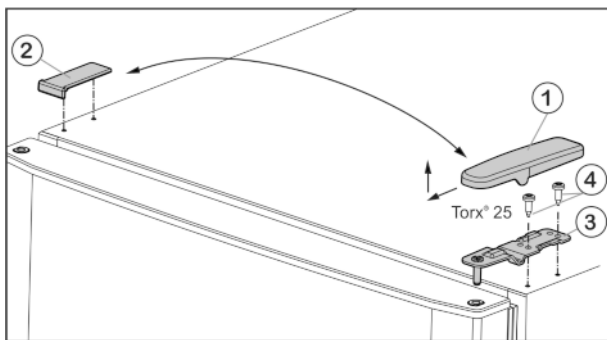
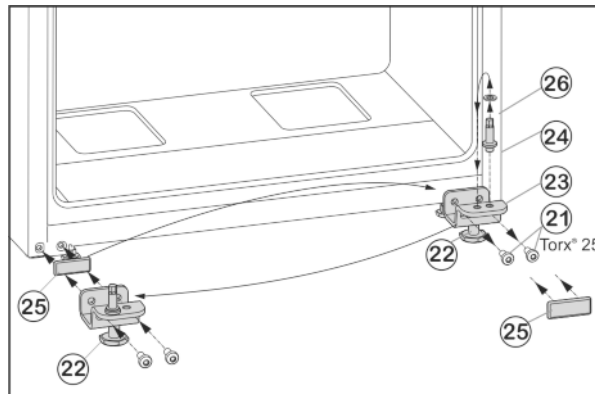

Fig. 5
Fig. 7
- ▶ Izvelciet pārsegu Fig. 5 (1) virzienā uz priekšu un uz augšu.
- ▶ Noceliet pārsegu Fig. 5 (2).
- ▶ Augšējo gultņa balstu Fig. 5 (3) noskrūvējiet (2 reizes Torx® 25) Fig. 5 (4) un noņemiet virzienā uz augšu.
- ▶ Noskrūvējiet stiprinājuma skrūves Fig. 7 (21).
- ▶ Noņemiet apakšējo gultņa balstu Fig. 7 (23) kopā ar gultņa skrūvi Fig. 7 (24), paplāksni Fig. 7 (26) un kājiņu Fig. 7 (22).
- ▶ Noskrūvējiet gultņa skrūvi Fig. 7 (24) kopā ar paplāksni Fig. 7 (26), pārlieciet gultņa balsta pretējā caurumā un atkal pieskrūvējiet.
- ▶ Uzmanīgi noņemiet aizsargplāksni Fig. 7 (25) un pārlieciet pretējā pusē.
- ▶ Atkal pieskrūvējiet apakšējo gultņa balstu Fig. 7 (23) kopā ar gultņa skrūvi Fig. 7 (24), paplāksni Fig. 7 (26) un kājiņu Fig. 7 (22) jaunajā eņģu pusē, ja nepieciešams ar akumulatora skrūvgriezi stingri (ar 4 Nm).
- ▶ Uzlieciet apakšējās durvis no augšas uz gultņa skrūves Fig. 7 (24).
- ▶ Ievietojiet vidējo gultņa balstu (13), pagrieztu par 180°, apakšējās durvis un pieskrūvējiet ar stiprinājuma skrūvēm (11) (2 reizes Torx® 25) jaunajā eņģu pusē stingri (ar 4 Nm).
- ▶ Uzlieciet atpakaļ plastmasas paplāksni (10).
- ▶ Uzlieciet augšējās durvis uz vidējā gultņa balsta (13).
- ▶ Augšējo gultņa balstu Fig. 5 (3) ielieciet durvīs jaunajā eņģu pusē.
- ▶ Pieskrūvējiet augšējo gultņa balstu stingri (ar 4 Nm) (2 reizes Torx® 25) Fig. 5 (4). Iespējams izmantojiet akumulatora skrūvgriezi.
- ▶ Pretējā pusē uzlieciet pārsegu Fig. 5 (1) no ārpusē un nofiksējiet.
- ▶ Attiecīgi pretējā pusē uzlieciet pārsegu Fig. 5 (2) no augšas un nofiksējiet.
- ▶ Izskrūvējiet kājiņu Fig. 7 (22) no apakšējā gultņa balsta Fig. 7 (23), līdz tā balstās uz grīdas.